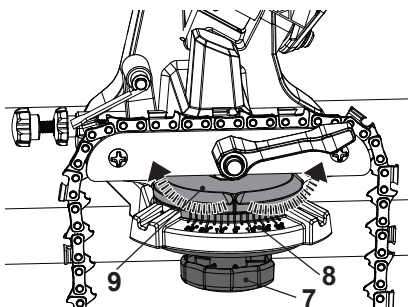

Fig. 4
1. Afloje ligeramente el retén de la mordaza (7) girándolo en sentido contrario a las agujas del reloj y gire el ángulo de la cadena de la sierra - como se indica en la escala de ángulos (8) (Fig.4).
2. Empuje hacia abajo el disco abrasivo (15) mediante el mango (1) para comprobar si el disco abrasivo se corresponde con el ángulo de la cadena de sierra.